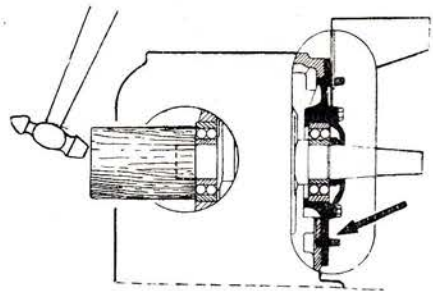

Рис. 20
22. Ключом 14 мм отвернуть 6 гаек крепления заднего фланца картера. Снять со шпилек кронштейн радиатора. По торцу коленчатого вала и переднему шарикоподшипнику со стороны заводной рукоятки нанести несколько сильных ударов молотком через деревянную выколотку (рис. 20). Когда передний шарикоподшипник начнет выходить из отверстия промежуточной стенки картера и крышка отделится от картера, соблюдать осторожность, выталкивая коленчатый вал, чтобы не уронить его на дно картера и не повредить корытца. Вынуть коленчатый вал вместе с шатуном через большое отверстие фланца картера. Сохранить бумажную прокладку.